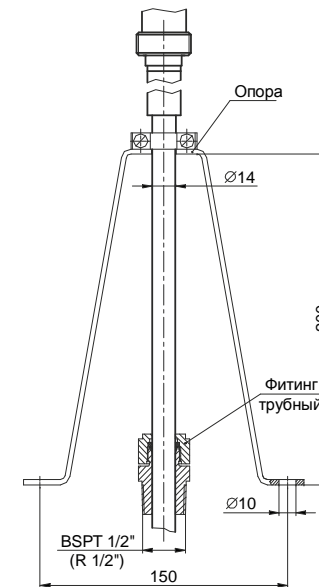

Рисунок 6 - Рекомендуемое посадочное место для установки уровнемеров с использованием трубного фитинга и опоры (см. приложение А, поле "К")
8.6.5 При установке уровнемера с использованием трубного фитинга СМСТ-14М-8R (см. рисунок 6), втулка трубного фитинга вворачивается в специально подготовленное отверстие в крышке люка с резьбой BSPT 1/2". Освободите ЧЭ уровнемера от поплавков и ограничительной втулки. На ЧЭ уровнемера установите зажимную гайку и прокладки из состава трубного фитинга. Вставьте ЧЭ уровнемера во втулку фитинга, установленную в крышке люка. Наденьте на ЧЭ уровнемера поплавки в соответствии с маркировкой (сначала менее, а потом более плотные). Установите ограничительную втулку и зафиксируйте нижний конец ЧЭ шайбой, гайкой и шплинтом.